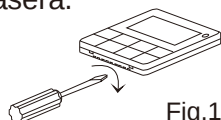

Fig.1
2. Como se muestra en la Fig.1, utilice varios tornillos de cabeza plana para apretar ligeramente la ranura inferior del cable del control (demasiada fuerza podría dañar la placa de circuito), apriete en secuencia para cerrar la cubierta trasera.